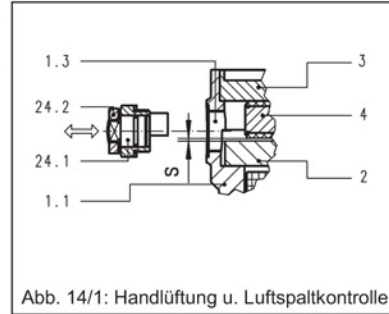

Abb. 14/1: Handlüftung u. Luftspaltkontrolle
1. Die seitlich am Bremsmodul angeordneten Verschlüsse (23) (siehe Abb. 14/1) sind zu entfernen.
2. Die Nocken (24.1) mit der Gewindebuchse sind in die Bohrungen der Verschlüsse (23) lagerichtig (siehe Abbildung) einzuschrauben und mit Loctite 243 zu sichern.
3. Abschließend ist der Handlüftbügel (24.2) in den Vierkant der Nocken (24.1) einzuhängen. Die Betätigung erfolgt durch den Bügel (24.2) in nur einer Lüftrichtung (siehe Abb. 14/1).
Legende zur Abb. 14/1: